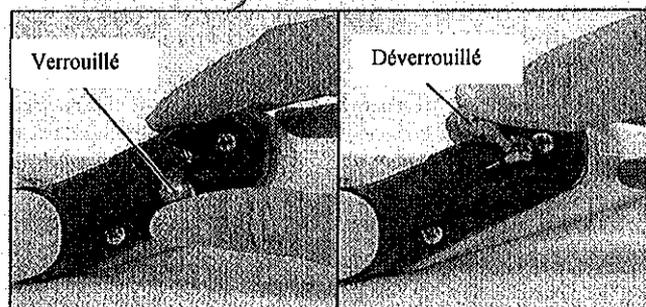

Figure 3 : Positions du levier à ergot d'arrêt
2. Mettez les leviers à ergot d'arrêt en position Ouvert. La position Ouvert correspond au cran du haut (le plus court) (voir Figure 3, page 8).
1. Placez de chaque côté du cadre le levier à ergot d'arrêt en position Ouvert (Figure 3).
Remarque : le levier à ergot d'arrêt est en position déverrouillée (Ouvert) lorsqu'il est placé dans le cran le plus court, et en position verrouillée (Fermé) lorsqu'il est dans le cran le plus long (Figure 3). Si la civière est posée sur une surface plane, face patient vers le haut, la position verrouillée est « en bas » et la position déverrouillée « en haut ».
3. Remplacez les deux leviers à ergot d'arrêt en position Fermé (Figure 3).